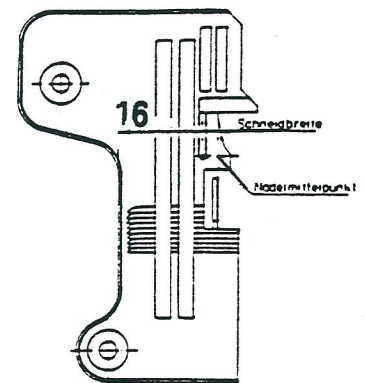

Abb. 20
- vorläufige Einstellung des Untermessers entsprechend Skizze vornehmen (16mm + Schneidabstand), Schrauben befestigen (Abb. 20).